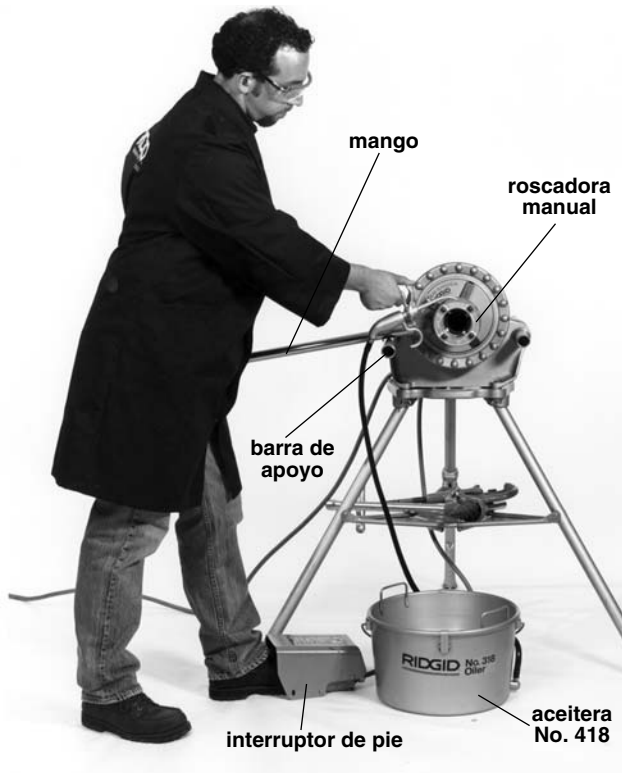

Figura 8 – Roscado con una roscadora manual
8. Sitúe el interruptor de pie donde el operador pueda controlar la máquina, herramientas y pieza de trabajo en forma segura. Como se muestra en la (*Figura 8*), debe permitir que el operador:
3. Adopte la postura correcta para trabajar (*Figura 8*). Así mantendrá su equilibrio y ejercerá control sobre la máquina y herramientas.
9. Retire su mano derecha de la zona del cabezal de terrajas y aceite abundantemente las terrajas mientras se rosca el tubo (Figura 8).